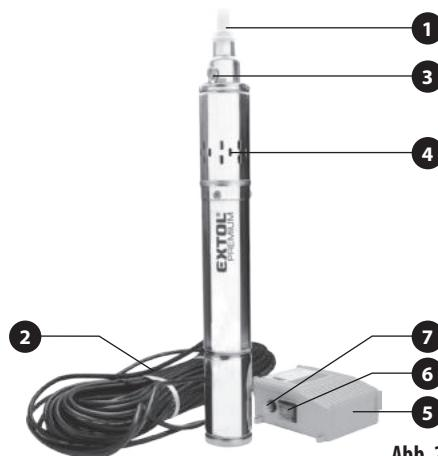

Abb. 2, Position-Beschreibung
1. Schrauben Sie den mitgelieferten Kunststoffschlauchanschluss in die Pumpenaustrittöffnung für den Förderschlauch (Abb. 2, Position 1). Vor dem Anschrauben des Endstücks empfehlen wir ein Teflonband um das Gewinde zu wickeln, damit dies abgedichtet wird.
2. Überprüfen Sie, ob die Ansaugöffnungen der Pumpe sauber und frei sind (Abb. 2, Position 4). Wenn sie verschmutzt oder undurchlässig sind,
- Nehmen Sie die Pumpe in Betrieb, indem Sie den Betriebsschalter am Steuergerät (Abb. 2, Position 6) auf Position „I“ stellen.
• Falls die Pumpe überlastet wurde, hat der Sicherheitsschutz im Steuergerät angesprochen. Beseitigen Sie die Ursache der Überlastung und drücken Sie nach einer langen Pause (einige Minuten) die Taste am Steuergerät (Abb. 2, Position 7), um den Überlast- und Kurzschlusschutz zu deaktivieren.